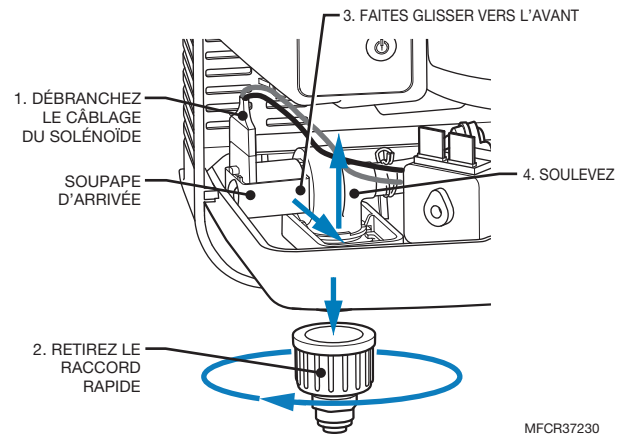

Fig. 32. Remplacement de la soupape d'arrivée.
5. Débranchez le câblage vers le solénoïde. Voir la Fig. 32.